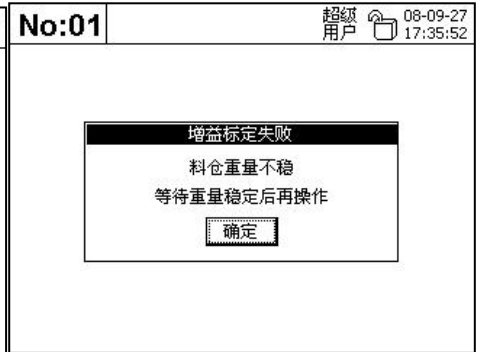

图 25 增益标定失败提示
(4) 在标定时如果料仓重量正在波动, 则出现如图 25 所示画面, 提示标定失败。